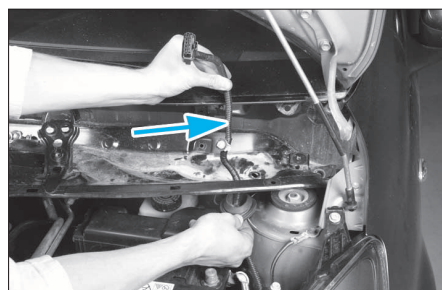

FIG. 9
- Sortir le faisceau de moteur d'essuie-vitre de la tôle d'avant (fig. 9).
- Sortir le faisceau de moteur d'essuie-vitre de la tôle d'auvent (fig. 9).